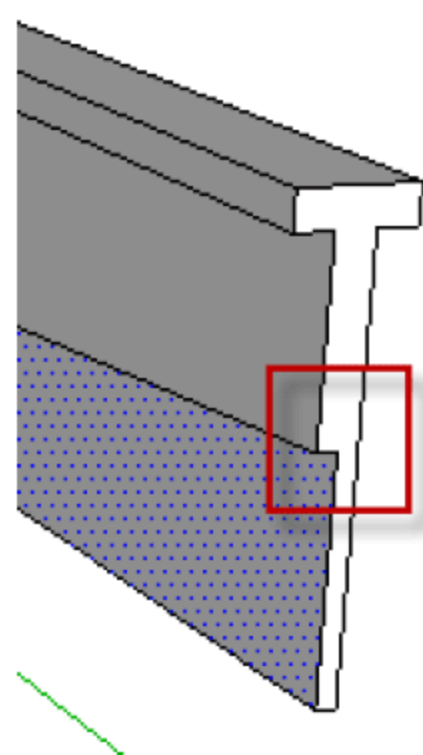
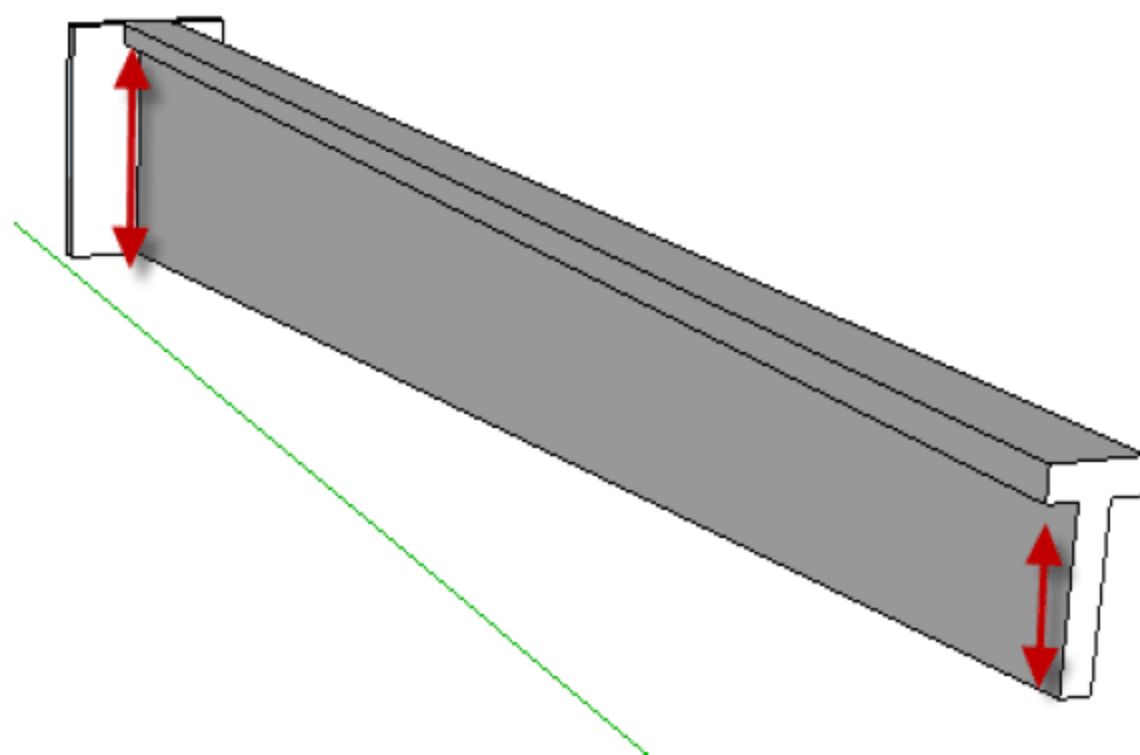

图 8.1.8 剪切体块图
图 8.1.9 剪切成果图
(8) 选择“推/拉”命令，将生成的新面推向另一侧，直至该面消失即完成对体块的剪切，如图 8.1.8 和图 8.1.9 所示。